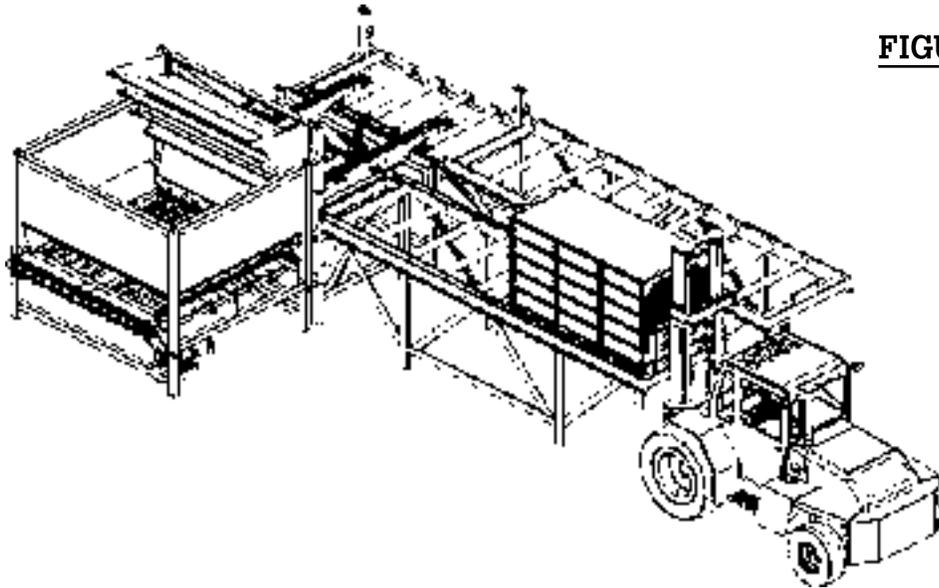

FIGURA 7
8. Tenga en cuenta que el sistema de descarga estándar, como el que se muestra, puede contener hasta seis (6) jaulas de pollos a la vez; tres (3) jaulas de pollos en el lado de entrada y tres (3) jaulas de pollos en el lado de salida. Después que el dispositivo de seguridad se ha reiniciado y el brazo de seguridad está levantado, el operador de montacargas puede poner una jaula de pollos llena al final del transportador de entrada (Ver la figura 7).